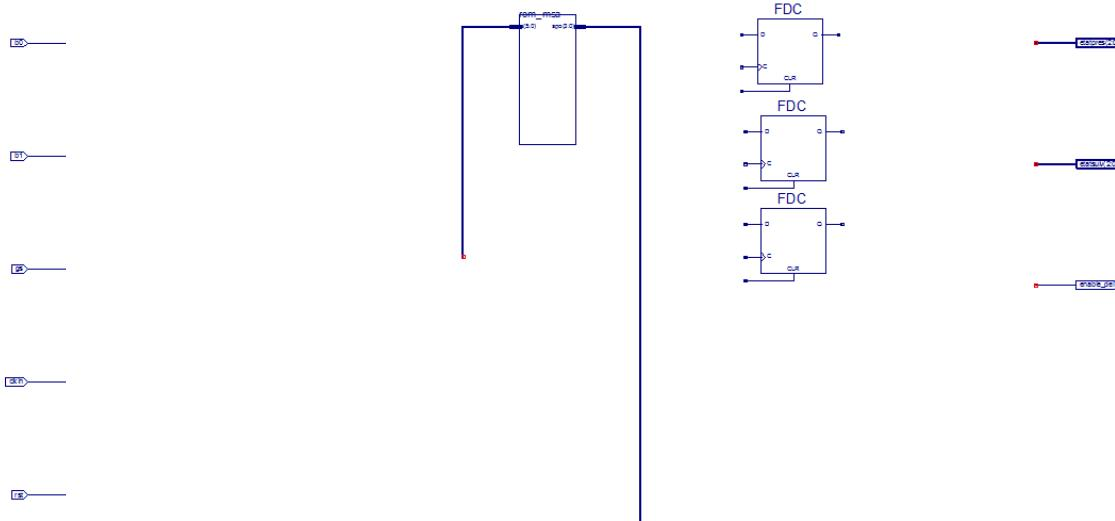

Figure 25. Tracez deux bus flottants de chaque côtés du symbole de la mémoire ROM.
2. Cliquez sur l'entrée **a(5:0)** de la ROM, faites un angle droit et laisser prendre le bus un peu plus bas que le côté horizontal inférieur de la ROM, comme montré sur la Figure 25.
4. Tracez aussi un bus pour la sortie **spo(3:0)** mais terminez-le un peu plus bas, comme montré sur la Figure 25.